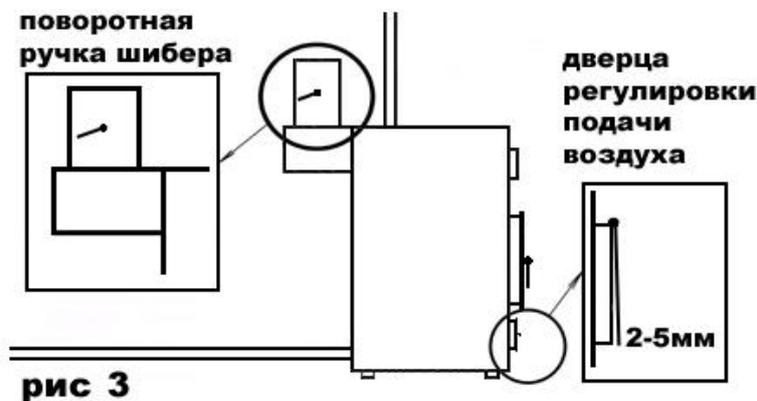

Рис. 3
9. – после того как воздух в отапливаемом помещении нагреется, прикройте дверцу регулировки подачи воздуха, оставив воздушный зазор примерно – 3-5мм (рис. 3), закройте на половину заслонку в дымоотводящем патрубке (если шибер шторный – то выдвинуть его до риски на шторке). Таким образом, будет обеспечена правильная работа котла и соответственно максимально эффективный, экономичный, комфортный режим работы, не требующий дополнительной регулировки, до тех пор, пока в топке не останется топлива менее десятой части от полной загрузки,
12. - если вы доложите больше топлива, чем находится в топке, более чем в три раза, то необходимо приоткрыть дверцу регулировки подачи воздуха под 30-45° относительно вертикали (рис 1), буквально на 5-10 минут, пока не займется дымом, не начнет тлеть вновь заложенное топливо (чем влажнее топливо - тем дольше), после чего необходимо вернуть дверцу регулировки подачи воздуха в положение 3-5мм зазора (рис. 3),